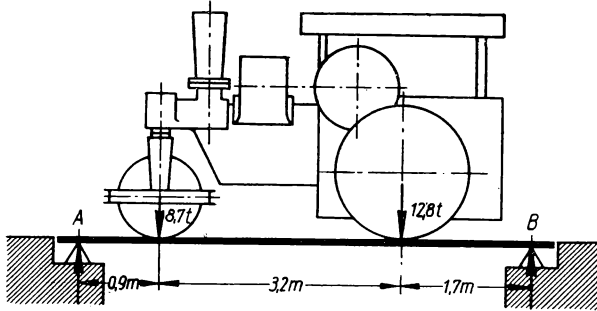

Bild 149
**283.** Eine Dampfwalze mit den Achsdrücken 12,8 und 8,7 t (Bild 149) nimmt die gezeichnete Stellung auf einer Brücke ein. Welche Belastungen übt sie durch ihr Gewicht auf die Auflager *A* und *B* der Brücke aus?